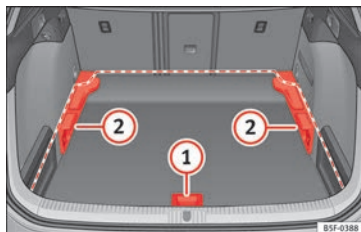
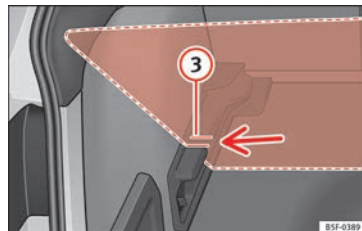

Fig. 185 Piano variabile del bagagliaio: posizioni.
Fig. 186 Piano variabile del bagagliaio: fessure inclinate.
- Sollevare il piano mediante la maniglia » fig. 185 ① e tirarlo all'indietro fino a quando la parte anteriore del piano sarà completamente fuoriuscita rispetto ai supporti ②.
- Far scorrere il piano in avanti attraverso i supporti fino a farlo entrare in contatto con lo schienale dei sedili posteriori, e, successivamente, abbassare il piano con la maniglia ①.
• Far combaciare tale parte anteriore con le fessure inferiori dei supporti e lasciar scorrere il piano in avanti fino a farlo entrare in contatto con lo schienale dei sedili posteriori, abbassando allo stesso tempo il piano con la maniglia ①.
- Sollevare il piano con la maniglia » fig. 185 ① e spingerlo all'indietro fino a quando la parte posteriore del piano sarà fuoriuscita dalle fessure inclinate » fig. 186 ③.
- Far scorrere il piano attraverso tali fessure aiutandosi con la maniglia ① fino a quando non entrerà in contatto con lo schienale dei sedili posteriori e il piano sarà appoggiato sulle fessure.